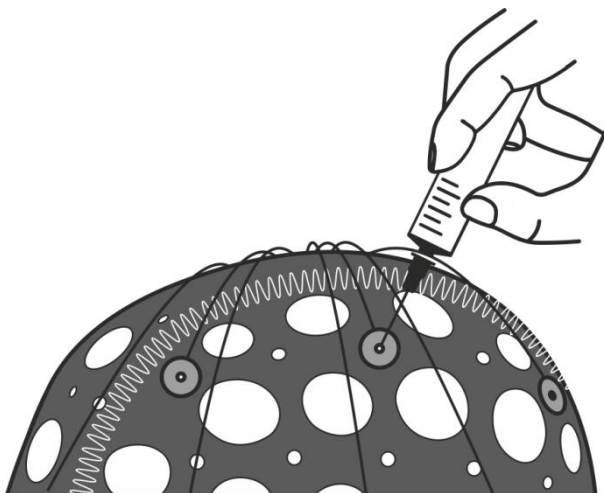

Рис. 29. Заполнение электродов шапочки гелем
- Заполните вмонтированные в шапочку электроды и (при необходимости) ушные электроды типа «клипса» токопроводящим гелем при помощи толстой тупой иглы, надетой на шприц (рис. 29).